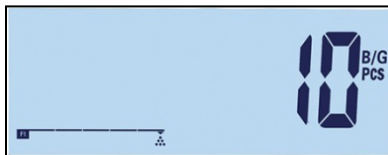

Figura 2-19: Schermata di conteggio pezzi
4. Caricare i pezzi da contare. Il conteggio viene visualizzato (Figura 2-19).